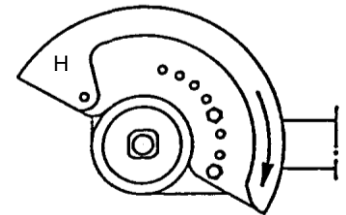

Fig. 7.6 – Réglage du capot de protection
Toutes les machines sont équipées d'un capot de protection réglable (H), voir *fig. 7.6*
- 3) En fonction de la profondeur de découpe, sélectionnez les alésages de positionnement pour le capot de protection, voir *fig. 7.6*.